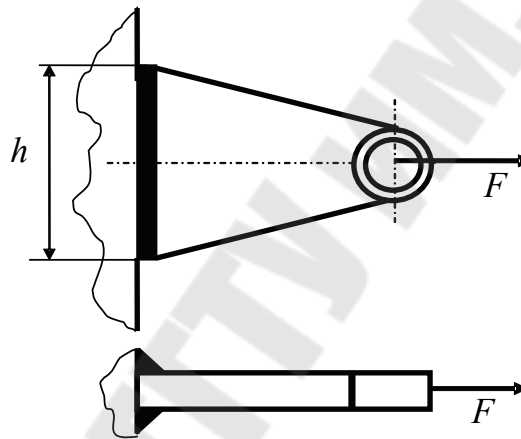

Рис. 26
3. На сварное тавровое соединение (рис. 26) действует сила  $F = 20$  кН. Определить требуемую высоту  $h$  кронштейна, если катет шва  $k = 5$  мм, допусаемое напряжение на срез сварного шва  $[\tau'_{ср}] = 120$  МПа.